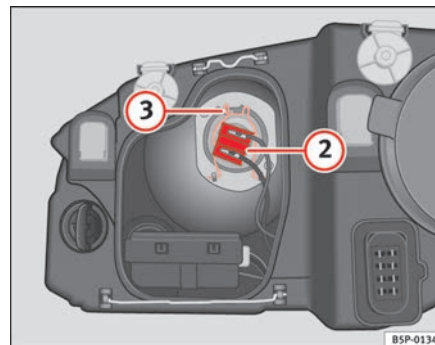

Fig. 185 Luz de cruce
- Extraiga el conector ⇒ página 268, fig. 185 ② de la lámpara.
- Desenganche el resorte retentor ⇒ página 268, fig. 185 ③ presionándolo hacia dentro y a la derecha.